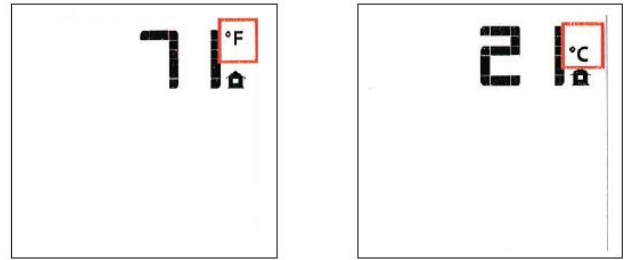

Figure 42. Lectures de température ambiante.
■ Positionnez d'abord à «OFF» l'émetteur de la télécommande, puis appuyez en même temps sur la touche «Thermostat» et la touche «Mode». L'afficheur indiquera la température ambiante actuelle, en changeant d'unité (Fahrenheit ou Celsius) à chaque fois que vous appuyez simultanément sur ces touches. Voir Fig. 42.